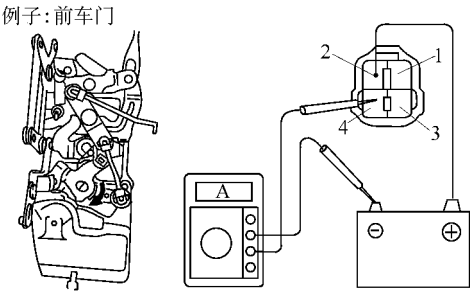

图 18-165 用电流表进行检查
①将正极 (+) 导线从蓄电池连接到端子 2，然后将正极 (+) 导线从电流表连接到端子 4，负极 (-) 导线连接到蓄电池的负极 (-) 端子，如图 18-165 所示。检查电流是否在 20 至 70s 内从约 3.2A 变化到小于 0.5A。